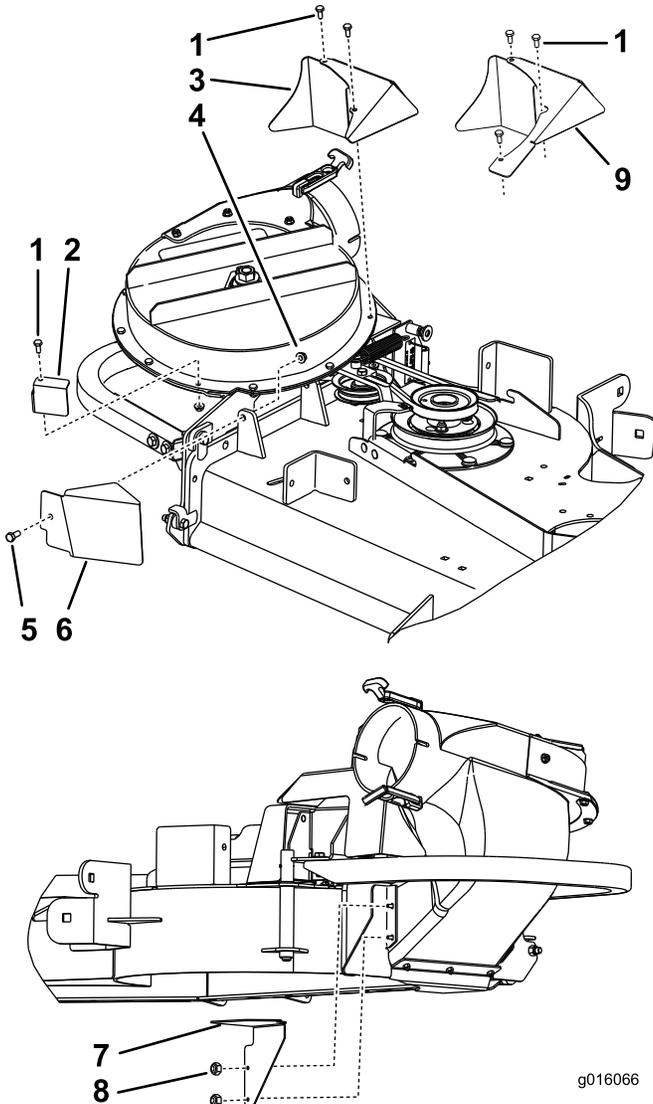
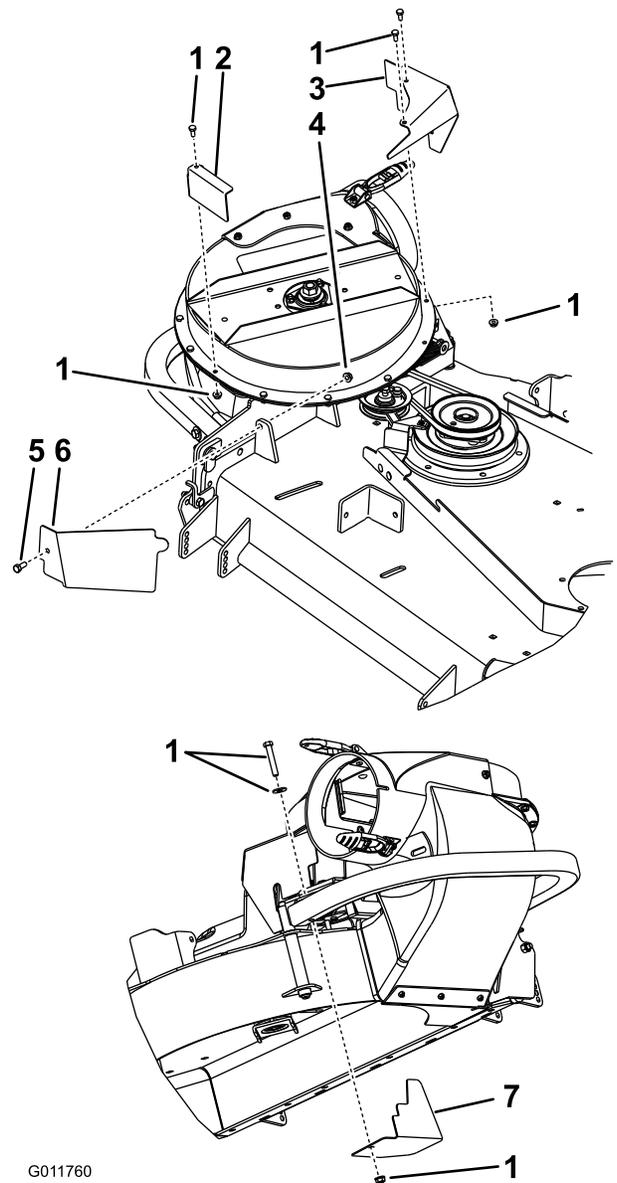

Bild 5
Bild 6
1. Nehmen Sie die vorhandenen Befestigungen um das Gebläse für die linke, untere und hintere Schutzvorrichtung ab (Bild 5 oder Bild 6). Bewahren Sie die vorhandenen Schrauben auf
2. Montieren Sie die linke Schutzvorrichtung mit den vorhandenen Befestigungen (Bild 5 oder Bild 6).
3. Montieren Sie die hintere Schutzvorrichtung mit den vorhandenen Befestigungen (Bild 5 oder Bild 6).
4. Montieren Sie die untere Schutzvorrichtung mit den vorhandenen Befestigungen (Bild 5 oder Bild 6).
5. Montieren Sie die vordere Schutzvorrichtung mit einer Schraube (5/16" x 3/4") und einer Bundmutter (5/16") (Bild 5 oder Bild 6).